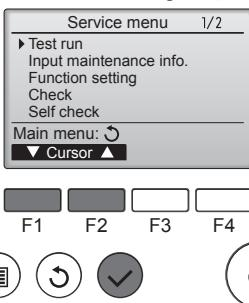

Fig. 6-3
③ Välj "Test run" (Testkörning) med [F1] eller [F2] och tryck sedan på ④. (Fig. 6-3)